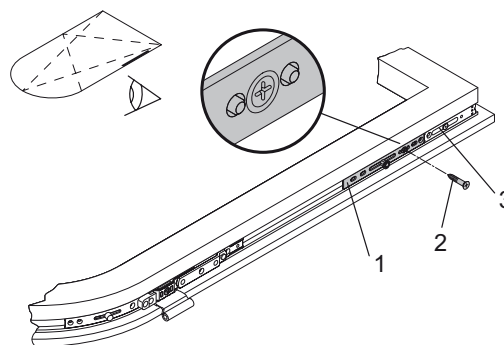

Рис. 14: Блокада МК
32. Монтаж блокады МК со стороны петель с учетом высоты створки FFH-R (Рис. 14):
- Подвести блокаду (1) к угловой передаче (3).
- Шуруп (2) должен быть закручен полностью до упора, т.к. при этом снимается блокировка блокады.